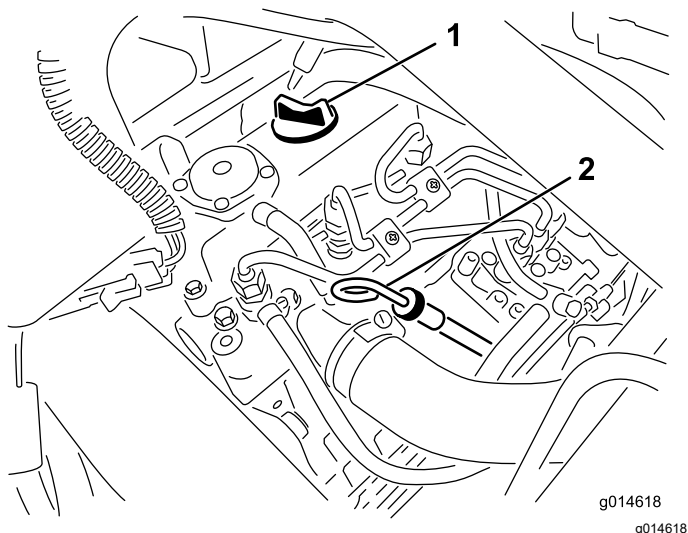

Figura 35
2. Retire a vareta e limpe-a com um pano limpo (Figura 35).